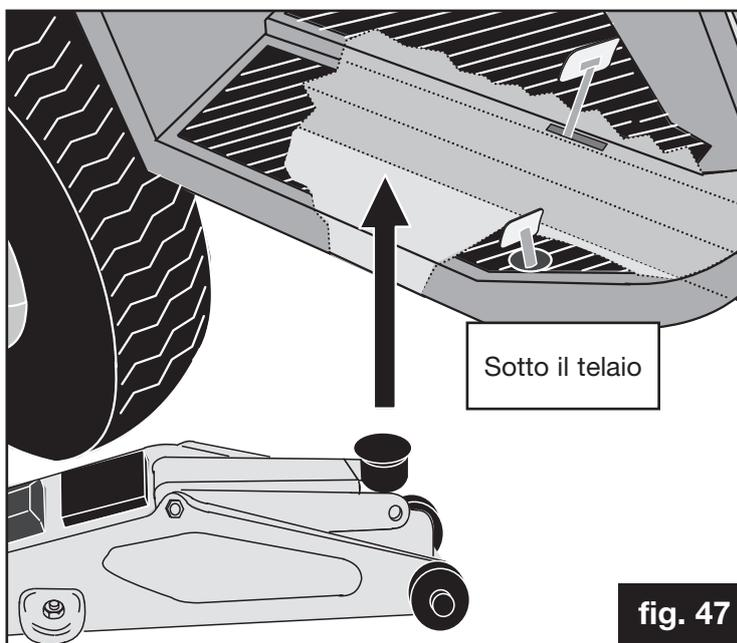

fig. 47
- ✓ Infilare un martinetto sotto al punto di sollevamento illustrato in fig. 47 (dal lato della ruota da smontare). Sollevare il trattorino tosaerba fino a quando la ruota da smontare non tocca più a terra.